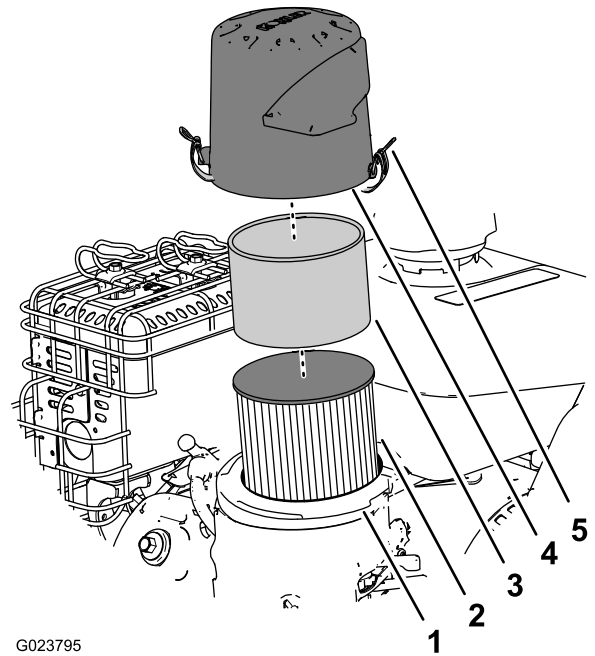

Bild 25
3. Entfernen Sie den Schaumvorfilter, waschen Sie ihn in milder Seifenlauge und tupfen Sie ihn dann trocken (Bild 25).
4. Nehmen Sie den Papierluftfilter ab, prüfen Sie ihn (Bild 25) und werfen Sie ihn weg, wenn er zu stark verschmutzt ist.
6. Legen Sie den Schaumvorfilter auf den Papierfilter (Bild 25).
7. Befestigen Sie den Luftfilter am Luftfilterunterteil (Bild 25).
2. Entfernen Sie die Abdeckung und reinigen Sie sie gründlich (Bild 25).